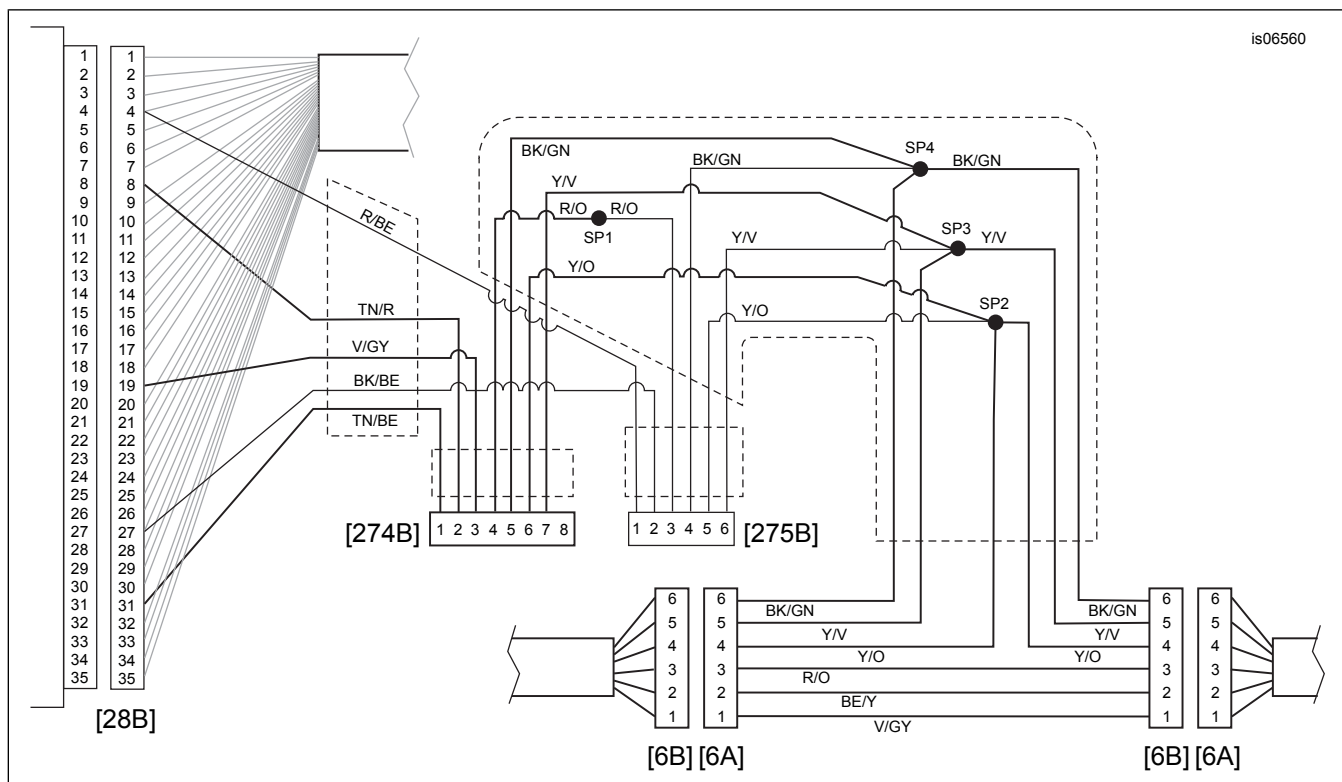
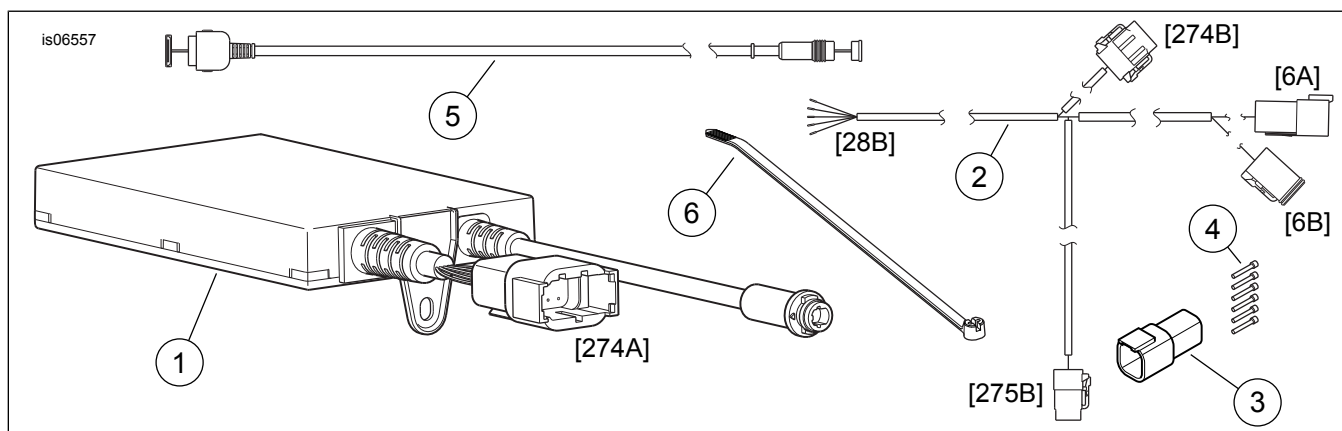

Abbildung 3. Stromlaufplan, iPod/Navigationsschnittstellenmodul
Abbildung 4. Ersatzteile, iPod-Schnittstellenmodul
Siehe Abbildung 4 und Tabelle 1.
3. Modelle OHNE 35-poligem Steckverbinder an der Radiorückseite: Den Steckverbindersatz (Teile-Nr. 69200033, einzeln erhältlich) bereit legen und die Kabelkontakte und Verschlussstopfen gemäß den Anweisungen im dementsprechenden Satz einbauen. Modelle MIT 35-poligem Steckverbinder an der Radiorückseite: Siehe Abbildung 3 und Abbildung 4. Den 35-poligen Steckverbinder [28B] von der Rückseite des Radios abziehen. Die Anweisungen im Anhang des Werkstatthandbuchs zum Ausbau der Verschlussstifte aus den Hohlräumen 8, 19 und 31 befolgen. Drei der abgeschlossenen Kabel vom iPod/NIM-Kabelbaum wie folgt in den Steckverbinder [28B] einsetzen: